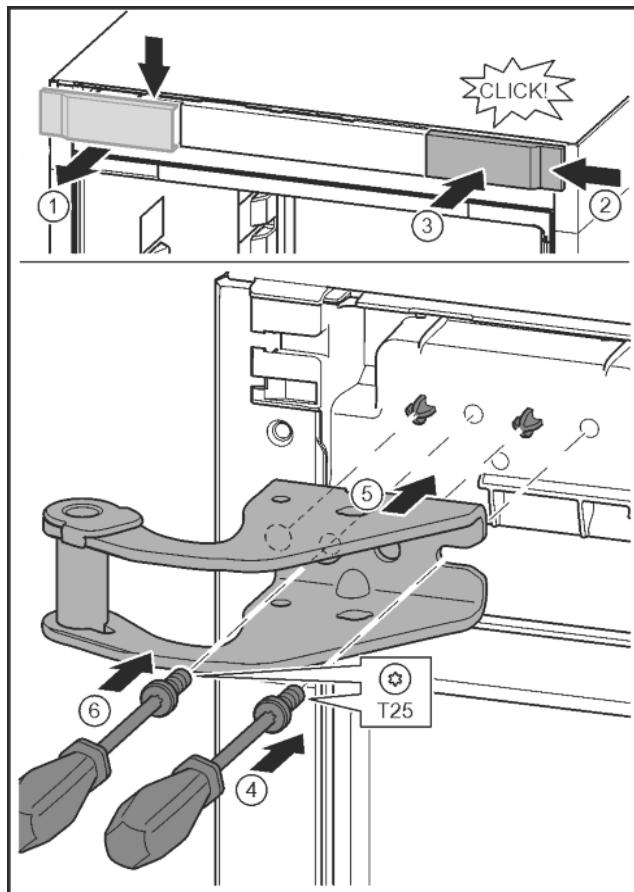

Fig. 14
- ▶ Развийте капака и го свалете настрани. Fig. 14 (1)
- ▶ Закачете капака, завъртън на 180°, от другата страна отляво. Fig. 14 (2)
- ▶ Фиксирайте капака. Fig. 14 (3)
- ▶ С отвертка T25 поставете винта. Fig. 14 (4)
- ▶ Поставете горната лагерна стойка. Fig. 14 (5)
- ▶ Затегнете винта. Fig. 14 (4)
- ▶ С отвертка T25 поставете винта и го затегнете. Fig. 14 (6)